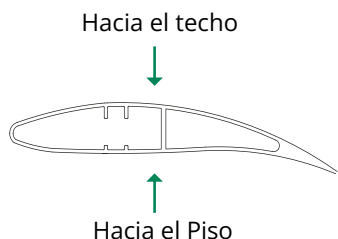

Fig.19.1
19.1 Instale cada aspa del ventilador deslizando lentamente sobre las ranuras de la barra, cuidando la orientación de esta (fig. 19.1) manteniendo afuera el cable de seguridad como en se muestra en la fig. 19.2